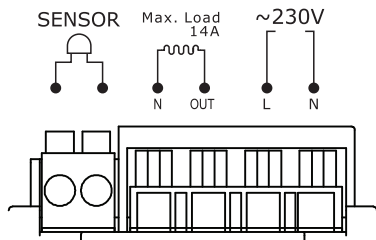

Рис. 2
2. В пружинных гнездах клеммника (см. рис.2) синего цвета SENSOR зафиксируйте (при помощи кнопок желтого цвета) концы соединительных проводов датчика to пола – полярность этих проводов значения не имеет;